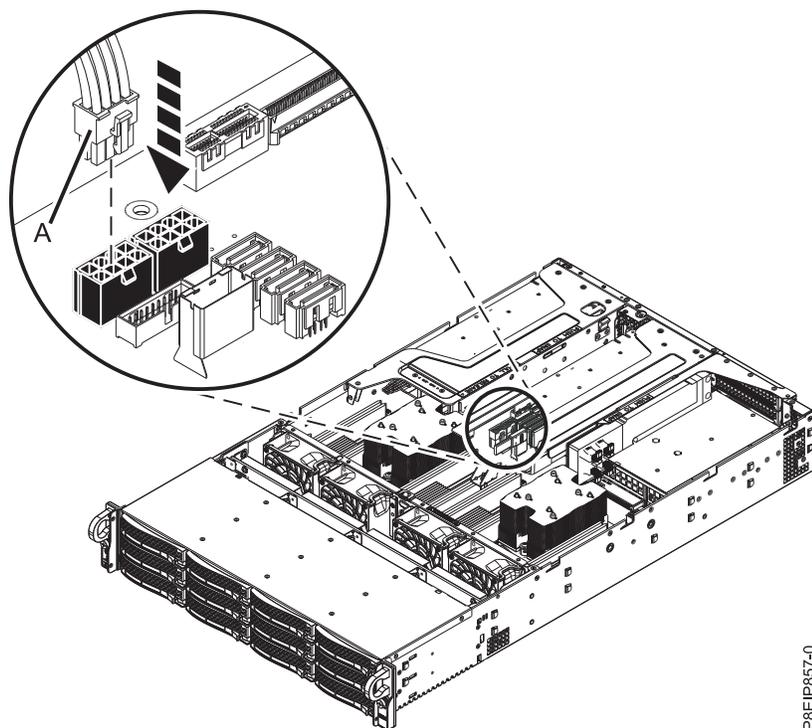

図 57. GPU 電源ケーブルのプラグの差し込み
- d. 位置 5 に GPU が格納されている場合、GPU 電源ケーブル (A) のプラグをシステム・バックプレーンに差し込みます (図 57 を参照)。